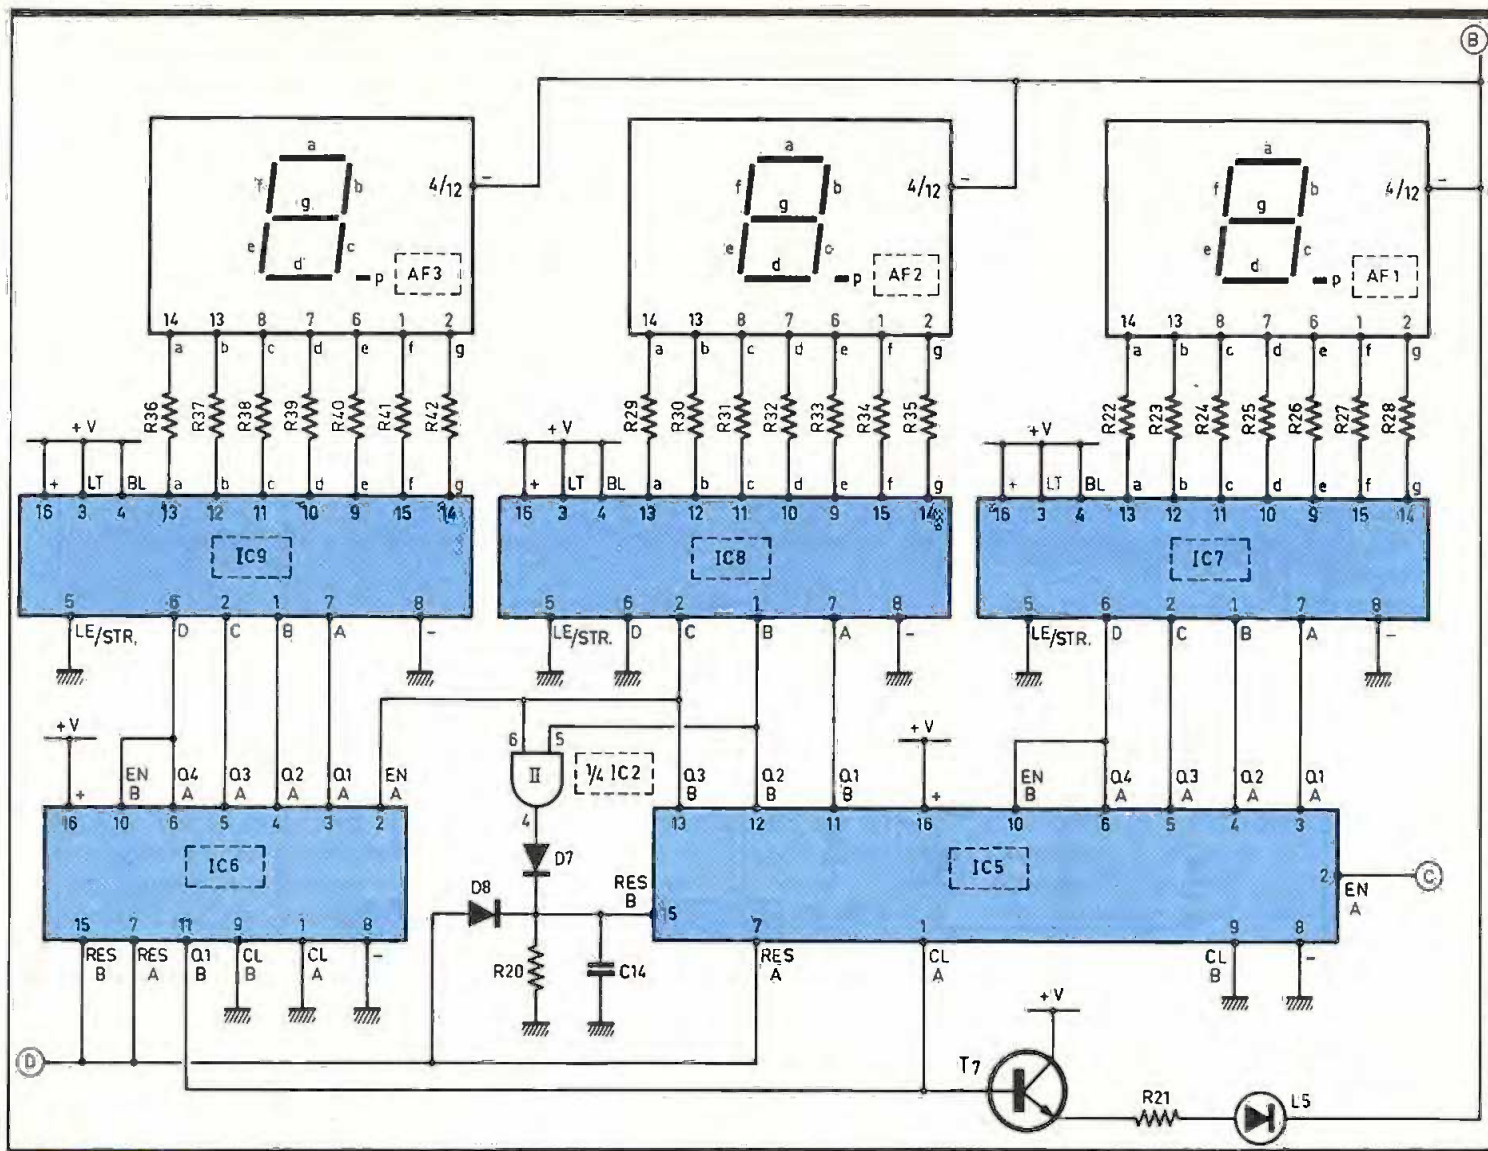

Fig. 6 Comptage et affichage.
e) Chronométrage de la durée des coupures (fig. 6)
f) Décodage et affichage (fig. 6)